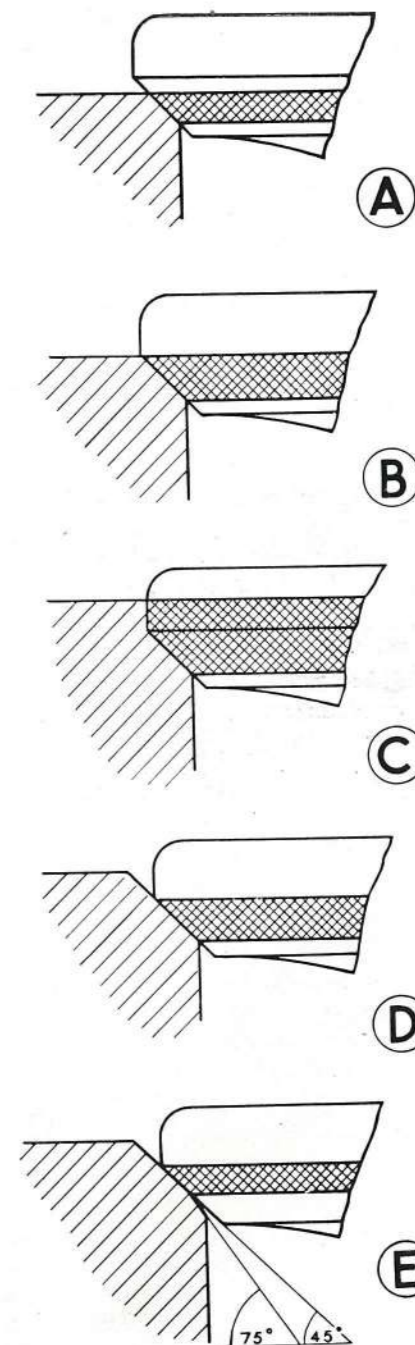

FIG. 12
La figure 12 reproduit des exemples types de soupapes et de sièges devant être rectifiés.
- La figure 12 A montre une soupape neuve reposant convenablement; sa surface de contact avec le siège est située dans le milieu du chanfrein de soupape et couvre approximativement la moitié de la largeur de ce chanfrein.
- Enfin la figure 12 E montre un siège dont la portée a été ramenée aux dimensions normales par l'emploi d'une fraise de 70° . De cette sorte, il n'y a que la moitié du chanfrein de la soupape qui soit en contact avec le siège.